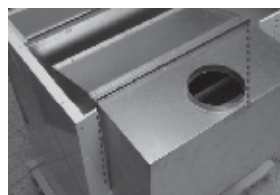

Рис. 7
3. Вытянуть часть прерывателя тяги и повернуть его так, что горловина дымохода было в направлении вертикально вверх. Установите часть прерывателя тяги в переходник и закрепите с помощью 10 саморезных винтов. Линия на рис.7 изображает соединение двух частей прерывателя тяги.